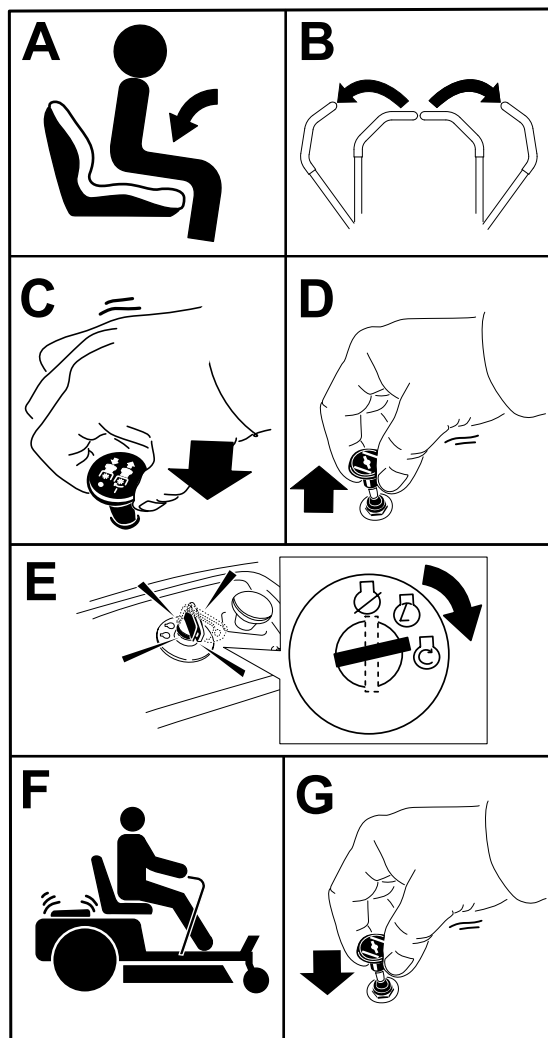

Figura 17
1. Desengrane las cuchillas moviendo el mando de control de las cuchillas a la posición de DESENGRANADO (Figura 17).